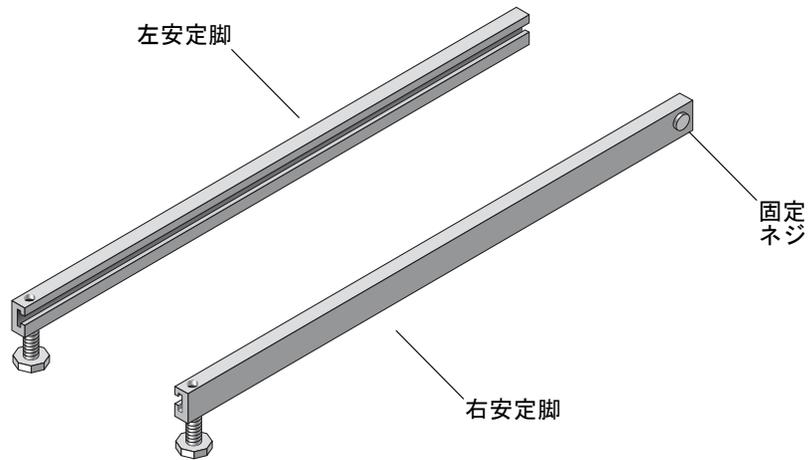

図 2-3 安定脚
1. マイナスドライバを使用して、右の安定脚を固定しているネジを緩めます (図 2-3)。
2. 2 本の取り付けネジをキャビネットの両側にねじ込みます (図 2-3)。